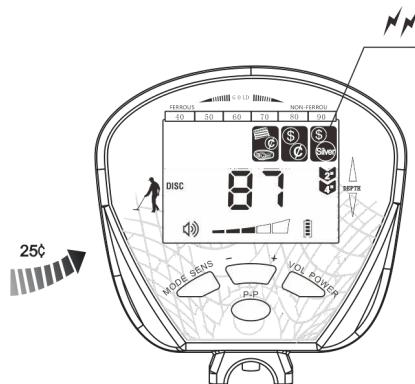

Fig.11
- e) Lorsque les trois échantillons restants sont rayés, le curseur cible correspondant clignote et le curseur numérique affiche le nombre correspondant. (Voir Fig.11, par exemple, les argent de 25 ₣ )